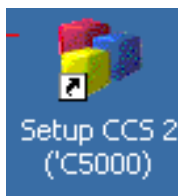

图 7.10 开发软件配置驱动图标
1. 双击 Setup CCS 2 (C5000) 图标，打开 Code Composer (Studio) 配置程序，如图 7.10: